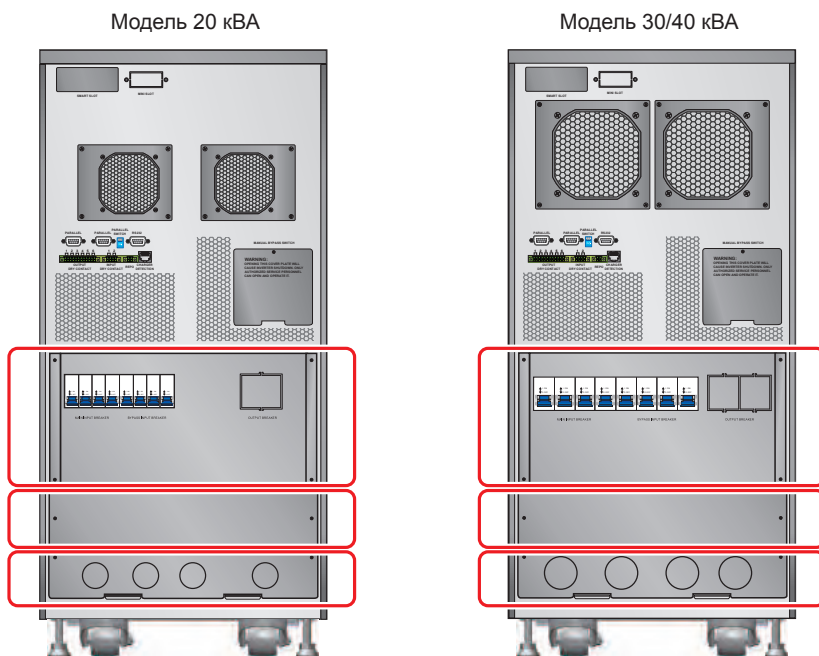
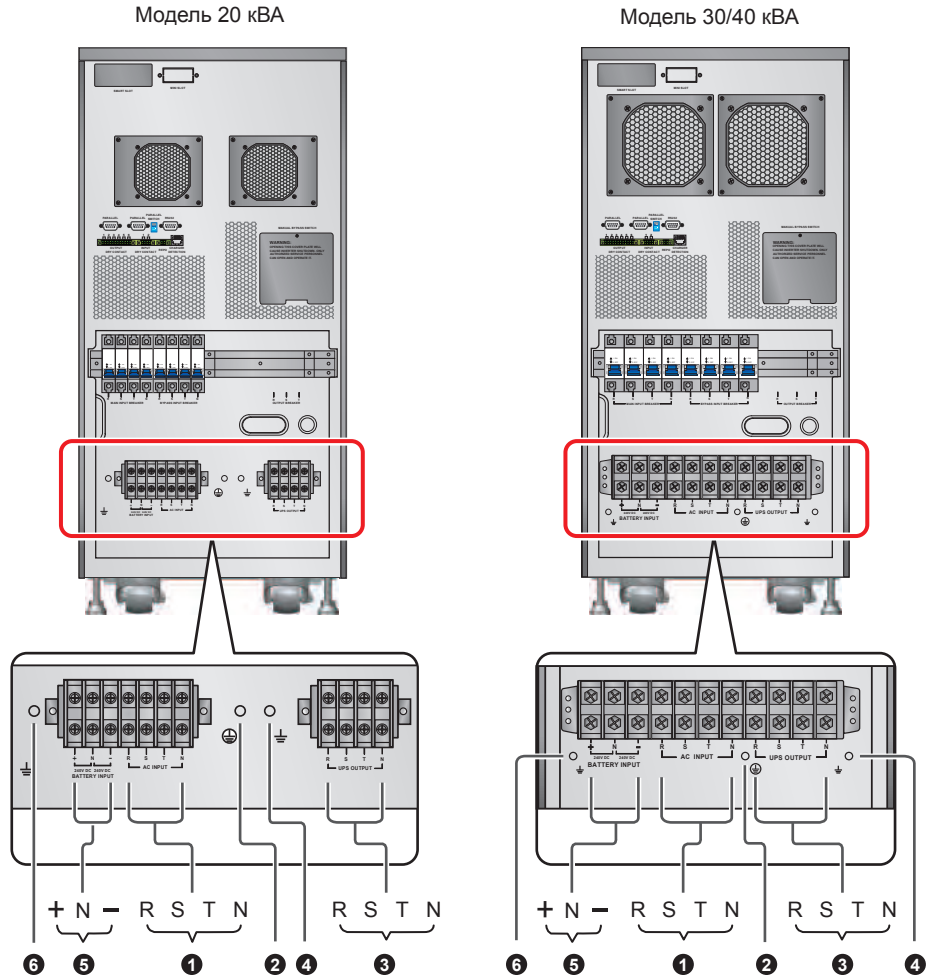

Рис. 6-5. Расположение панелей
Рис. 6-8. Блок зажимов
- 1 Снимите крышки, показанные на **рис. 6-5**, для доступа к блоку зажимов (см. **рис. 6-8**).
2 Убедитесь, что вы разобрались с подключениями к блоку зажимов, показанными на рис. 6-8.